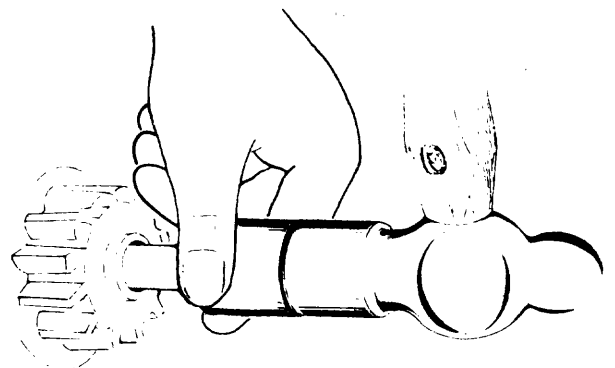

Fig. 1
- d Golpee levemente el mismo, con un martillo (fig. 1).